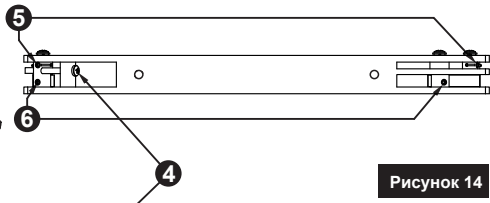
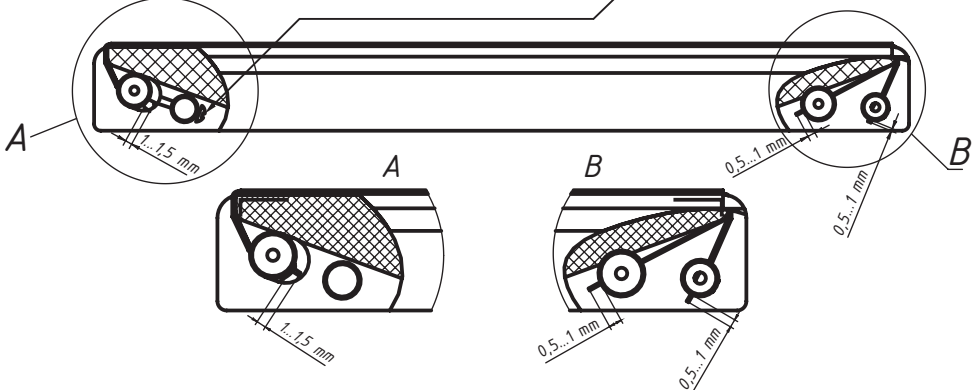

Рисунок 13
Рисунок 14
8. Ослабить винт **4** натяжителя (см. Рис. 13);
9. Открутить фиксирующие винты **5** (см. Рис. 13) (при необходимости смены отрезающей проволоки) или **6** (при необходимости смены нагревательной ленты);
10. Установить новую ленту и проволоку. В процессе установки новой ленты и проволоки необходимо выполнить их натяжение. Рекомендуется сначала зафиксировать ленту и проволоку винтами **5** и **6** (рис. 13) к общей бобышке. Далее, выполняя натяжение, зафиксировать ленту винтом **6** и проволоку винтом **5**. После установки новых ленты и проволоки, необходимо отрезать концы ленты и проволоки так, чтобы их концы выступали за пределы крепящих бобышек на величину указанную на Рис. 14.;